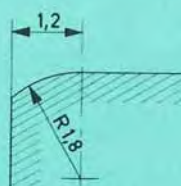

Abb.6
zusammengesetzt aus ② Abb. 6; 7